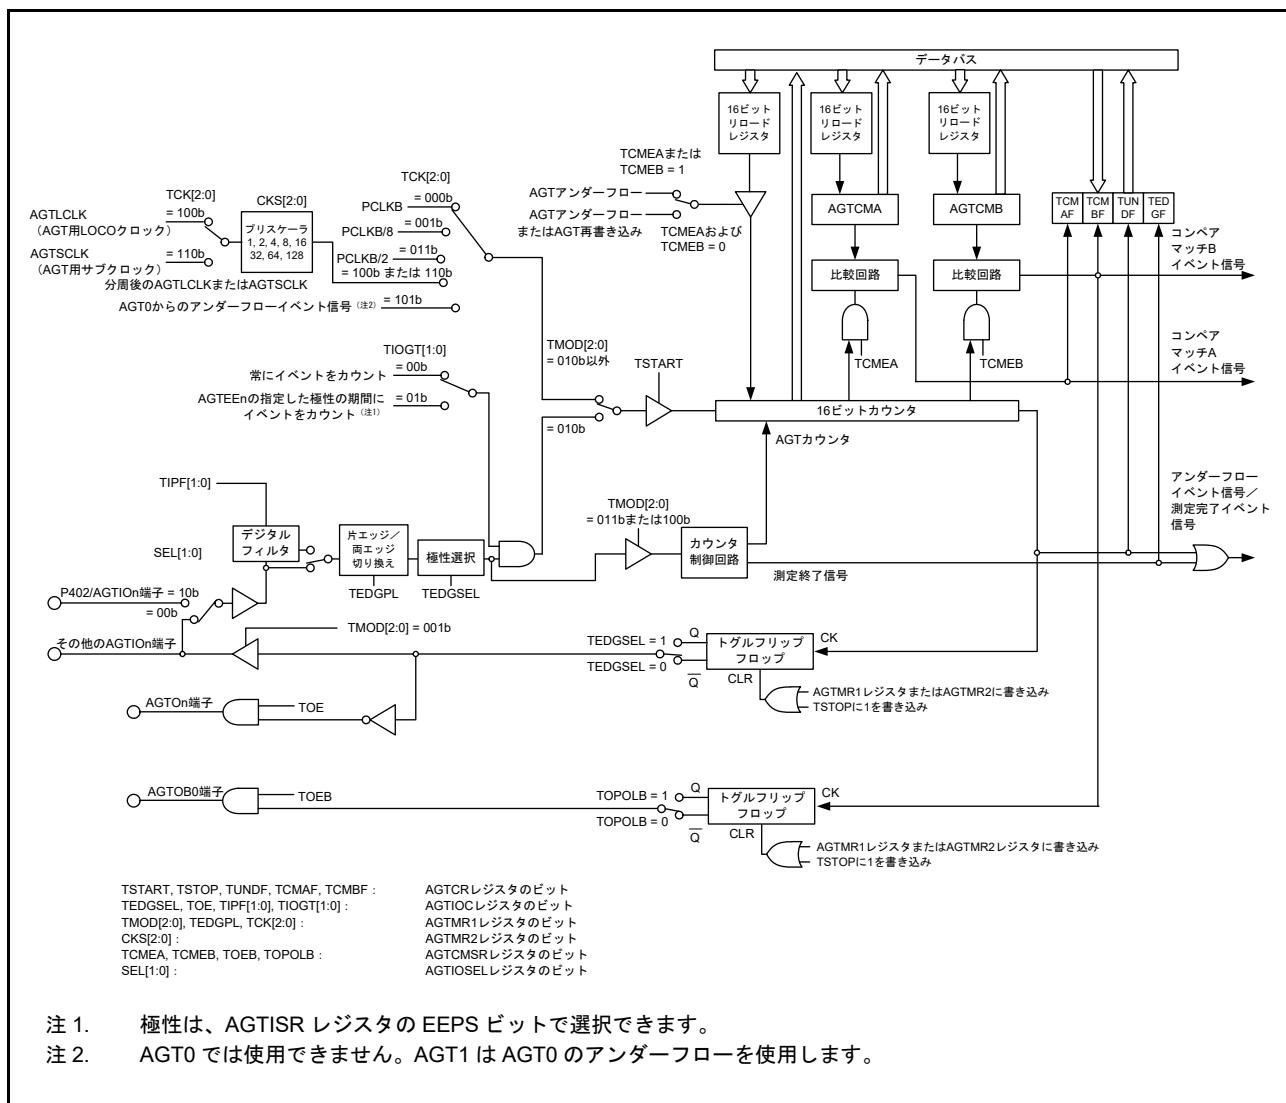

図 24.1 AGT のブロック図
**表 24.1** に AGT の仕様を、**図 24.1** にブロック図を、**表 24.2** に端子構成を示します。